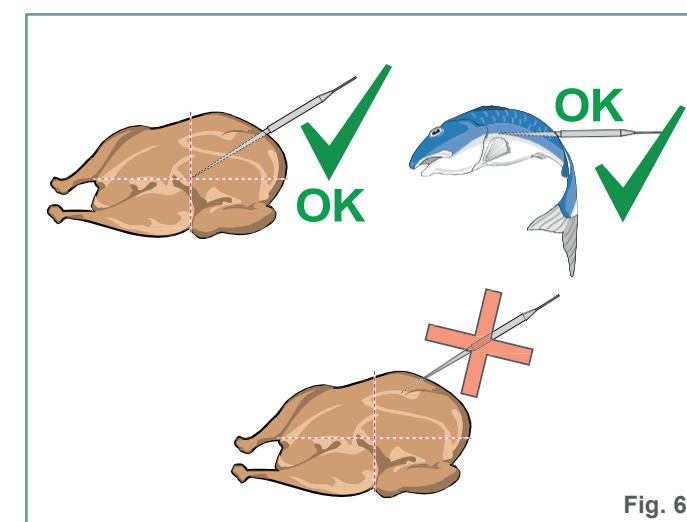

Fig. 6.
► Fig. 6. La sonda spillone va inserita in profondità nel cibo di pezzatura maggiore prima di avviare il ciclo desiderato.